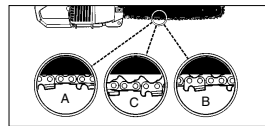

Abb. 6
VORSICHT: Wenn die Sägekette ZU LOCKER oder ZU STRAFF ist, nutzen sich die Zähne, die Schiene, die Kette und das Kurbelwellenlager schneller ab. Abb. 6 informiert über die richtige Spannung A (kalter Zustand) und Spannung B (warmer Zustand), und dient als Anleitung für weitere Einstellungen der Sägekette (C).